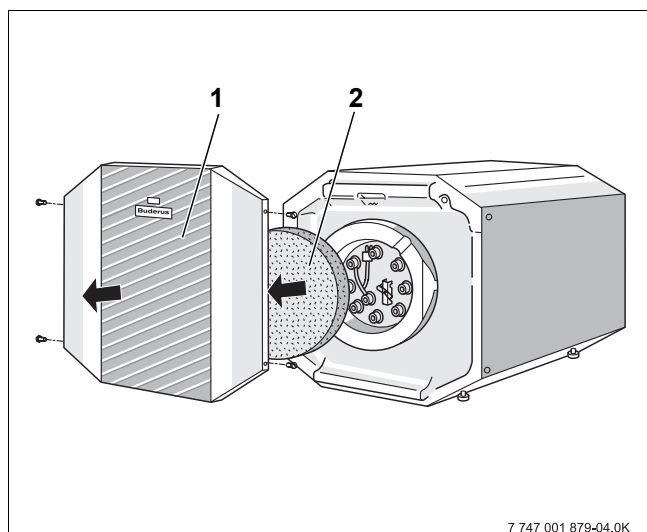

Рис. 8 Удаление теплоизоляции и передней стенки
Установите датчик для измерения и контроля температуры горячей воды в баке. Передняя стенка бака должна быть для этого демонтирована (рис. 8).
- Открутить 4 болта по бокам на передней стенке, снять переднюю стенку и теплоизоляционный элемент (рис. 8, стр. 12).